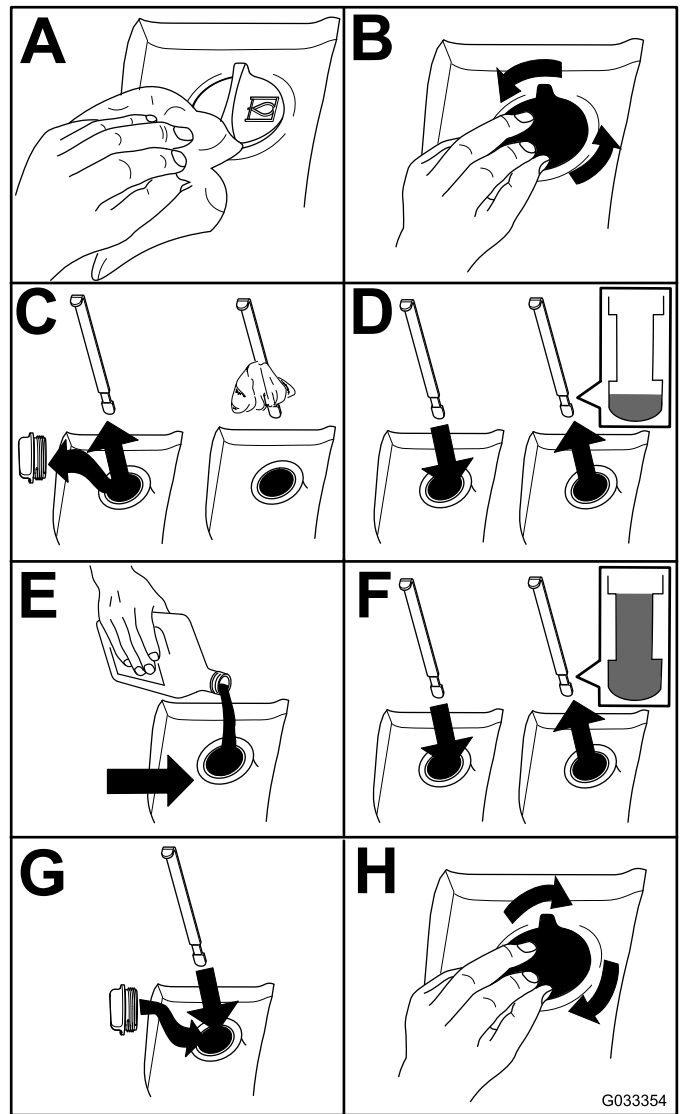

Bild 74
2. Prüfen Sie den Stand des Hydrauliköls (Bild 74).